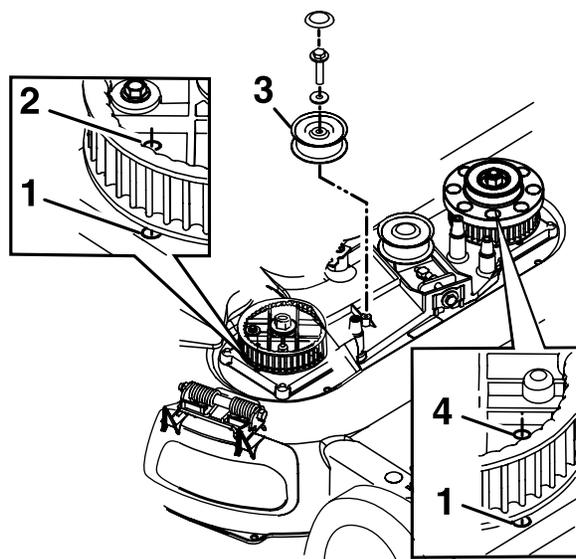

Рисунок 43
8. Снимите фиксированный натяжной шкив и крепежные детали (Рисунок 43).
10. Совместите отверстия в правой и левой звездочках с отверстиями в корпусе, как показано на Рисунок 43.